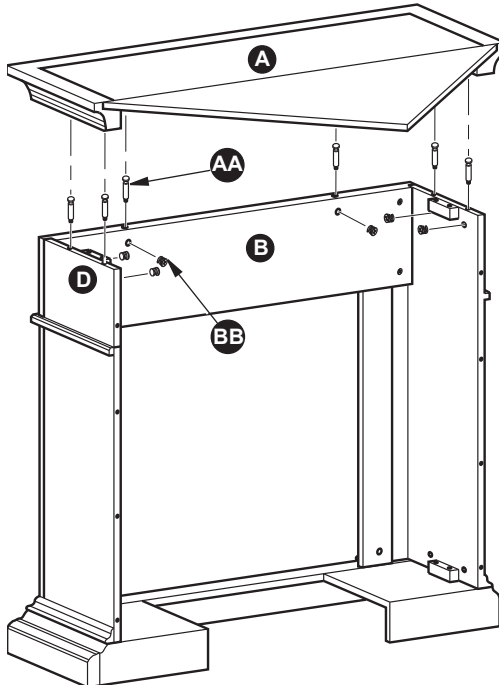

Figura 36
9. Inserte 6 Cerrojo de levas (BB) en el panel (B), el panel superior izquierdo (C) y el panel superior derecho (D). Atornille 6 Espiga de levas (AA) en la superior (A). Conecte Parte superior (A) en el bastidor del apretando los Cerrojo de levas (BB) como se muestra en la Figura 36.